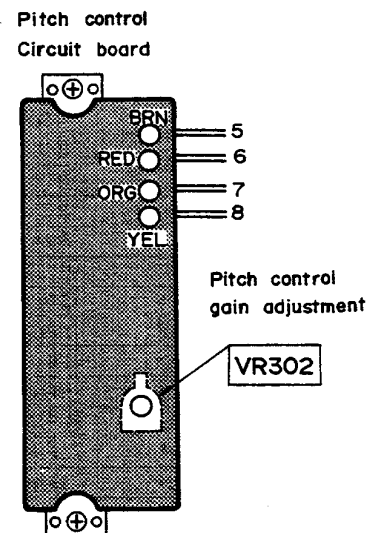

Fig. 4 (Abb. 4)
| 2 | Pitch control gain adjustment | Tester (+) – CN102 terminal ⑤ (–) – CN102 terminal ⑥ | VR302 (Fig. 4) | <ol style="list-style-type: none"> 1. Set the pitch control knob to "0". 2. Pull out the connector CN102 of drive P.C.B. 3. Connect the tester to terminals ⑤ and ⑥ of connector CN102 on the pitch control P.C.B. side. 4. Adjust VR302 so that the resistance value of the tester is $2.7 \text{ k}\Omega \pm 0.1 \text{ k}\Omega$. |
| 2 | Justierung der Drehzahlregelungs-Verstärkung | Prüfgerät (+) – CN102 Anschluß ⑤ (–) – CN102 Anschluß ⑥ | VR302 (Abb. 4) | <ol style="list-style-type: none"> 1. Den Drehzahlreglerknopf auf "0" einstellen. 2. Steckverbindung CN102 von der Antriebsplatine herausziehen. 3. Prüfgerät an Anschlüsse ⑤ und ⑥ der Steckverbindung CN102 auf der Drehzahlreglerseite der Platine anschließen. 4. VR302 so justieren, daß der Widerstandswert des Prüfgerätes $2,7 \text{ k}\Omega \pm 0,1 \text{ k}\Omega$ beträgt. |
| 2 | Ajustement de l'amplification du réglage d'écart | Appareil contrôleur (+) – Borne CN102 ⑤ (-) – Borne CN102 ⑥ | VR302 (Fig. 4) | <ol style="list-style-type: none"> 1. Régler le bouton de réglage d'écart sur "0". 2. Retirer le connecteur CN102 de la plaquette à circuits imprimés de commande. 3. Raccorder l'appareil contrôleur aux bornes ⑤ et ⑥ du connecteur CN102 sur le côté de la plaquette à circuits imprimés du réglage d'écart. 4. Ajuster VR302 de telle sorte que la valeur de résistance de l'appareil contrôleur soit de 2,7 kΩ \pm 0,1 kΩ. |
| 2 | Ajuste de ganancia de control de altura | Probador (+) – Terminal de CN102 ⑤ (-) – Terminal de CN102 ⑥ | VR302 (Fig. 4) | <ol style="list-style-type: none"> 1. Poner el control de altura de sonidos en "0". 2. Sacar el conector CN102 de T.C.I. de accionamiento. 3. Conectar el probador a terminales ⑤ y ⑥ de conector CN102 del lado de T.C.I. de control de altura. 4. Ajustar VR302 de manera que el valor de resistencia del probador sea 2,7 kΩ \pm 0,1 kΩ. |